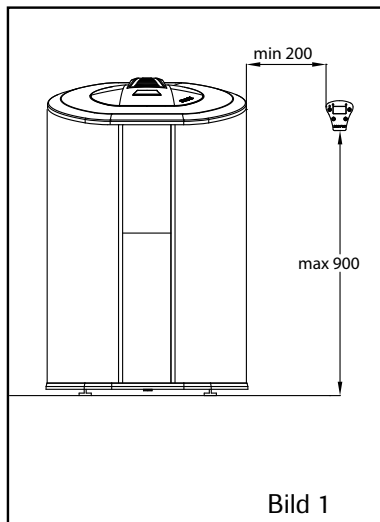

Bild 1
- Styrenhetens installeringshöjd i bastun är max. 90 cm och min. 20 cm vid bastuaggregatets sidor (Se bild 1)